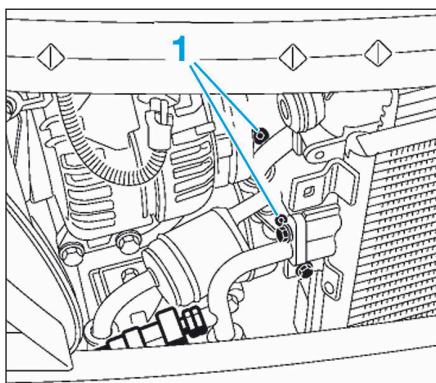

FIG.26
- Déposer les vis (1) des raccords de tuyaux sur le compresseur (**Fig.26**).